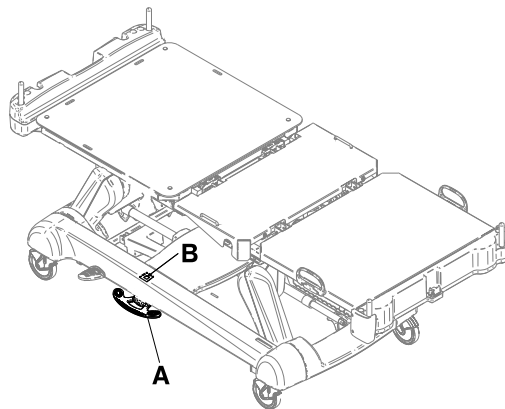

Figure 2-6 : Fenêtre de la pédale du frein
2. Enfoncer complètement la pédale du frein (A) jusqu'à ce que **Brake** (Frein) s'affiche dans la fenêtre de la pédale du frein (B) (Figure 2-6 à la page 2-25).
Pour désenclencher le frein manuel, appuyer sur la pédale jusqu'à ce que **Neutral** (Neutre) ou **Drive** (Entraînement) s'affiche dans la fenêtre de la pédale du frein (B) (Figure 2-6 à la page 2-25).